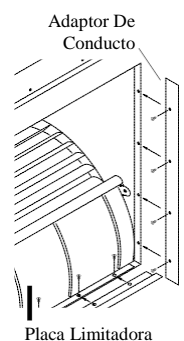

Fig. 1
- **Instale los adaptadores del conducto.** Un adaptador del conducto de 4 pedazos es disponible como un accesorio opcional. Llame 1-800-854-3267 para obtener éstos de la fábrica. Alinee los agujeros en los adaptadores con los agujeros en los lados del salida y sujételos con los tornillos proporcionados (véase fig. 1). Nota: Los 4 pedazos son idénticos a excepción del modelo 7500 SD, lo cuales tienen un pedazo formado que sujeta al fondo del salida. Para instalar este pedazo formado, quite los tornillos de la placa limitadora y deslice el pedazo formado entre la placa limitadora y la salida. Puede necesitar aflojar otros tornillos para realizar esto. Alinee los agujeros y sujete el adaptador con los tornillos quitados previamente.